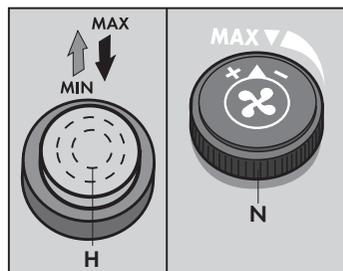

Fig. 10
Per regolare l'aspirazione, agire sul volantino (N), ruotandolo in senso antiorario per una maggiore aspirazione ed in senso orario per una minore aspirazione (**Fig. 10**)